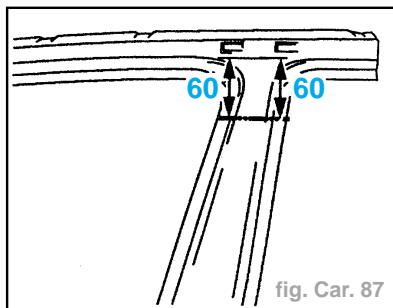

fig. Car. 87
- Tracer puis découper à l'aide d'une meule épaisseur 1 mm (coupe provisoire pour le renfort central) (fig. Car. 87).